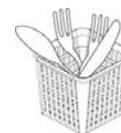

Fig.24
- 3- Coloque los cubiertos verticalmente dentro de sus contenedores. (Fig. 24)